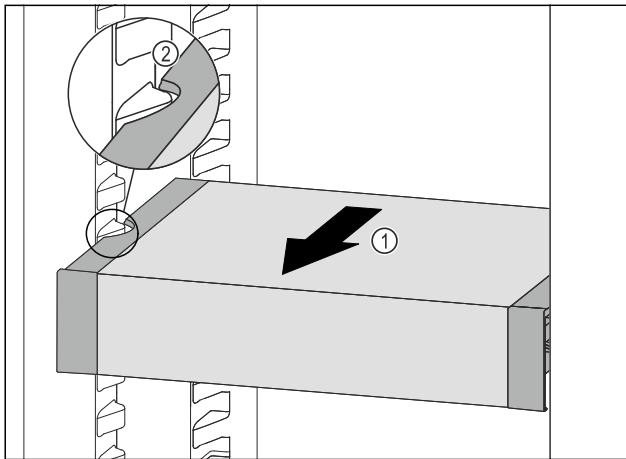

Fig. 96
- Tirare VarioSafe in avanti Fig. 96 (1) fino a quando le cavità laterali di VarioSafe non si trovano al livello della nervatura del contenitore nel vano frigorifero. Fig. 96 (2)